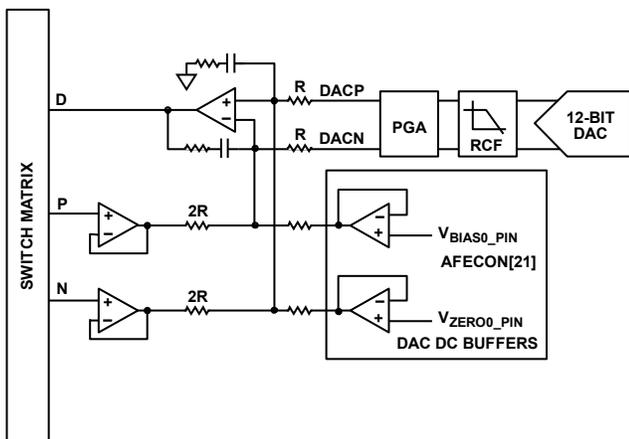
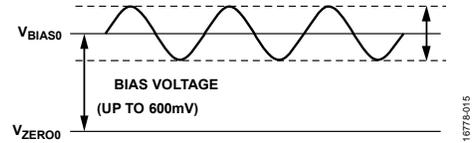

图21. 高速DAC激励放大器
图22. 传感器激励信号
图21显示了激励放大器的操作及其与开关矩阵的连接。激励放大器有四个输入：DACP、DACN、正(P)和负(N)。高速DAC是差分输出DAC，正输入和负输入直接馈送到激励放大器。这两个输出之间的电压差设置输出波形的峰峰值电压。P和N输入通过提供来自传感器的反馈路径来维持激励放大器的稳定性，并设置高速DAC输出的共模电压。在正常情况下，共模由连接到N输入的 V_{ZERO0} 输出设置。还可以选择对传感器施加直流偏置电压，并将交流信号耦合到该偏置电压上，如图22所示。
有一个选项可在传感器的反电极和感应电极之间提供偏置电压，如果需要的话。 V_{BIAS0} 设置反电极上的电压（高速DAC的共模电压）， V_{ZERO0} 设置感应电极上的电压。 V_{ZERO0} 必须连接到高速TIA的正端（HSTIACON位[1:0] = 01）。还必须通过设置AFECON位21来使能DAC的直流缓冲器。采用这种配置便可生成波形，如图22所示。传感器两端的偏置实际上是 V_{BIAS0} 和 V_{ZERO0} 之间的差值。
2. 必须使能DAC直流缓冲器（AFECON位21 = 1）。图21显示了直流缓冲器与激励放大器的连接。这些缓冲器使得低功耗DAC输出能将所需的偏置电压驱动到激励放大器和高速TIA。